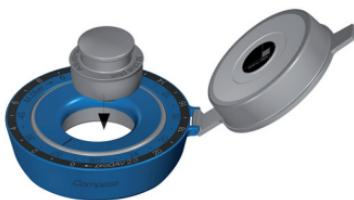

Fig. 17: M.blue plus Adjustment Assistant
M.blue plus Adjustment Assistant poate fi folosit ca alternativă la reglarea presiunii de deschidere. În acest sens, M.blue plus Adjustment Assistant este introdus în M.blue plus Adjustment Ring orientat spre valoarea dorită și este apăsat cu degetul arătător (Fig. 17).